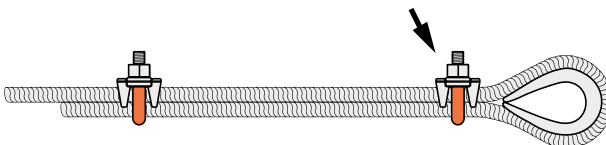

Abbildung 4
- Wenn zwei Klemmen erforderlich sind, bringen Sie die zweite Klemme so nah wie möglich an der Kausche oder Schlaufe an (siehe Abb. 4).